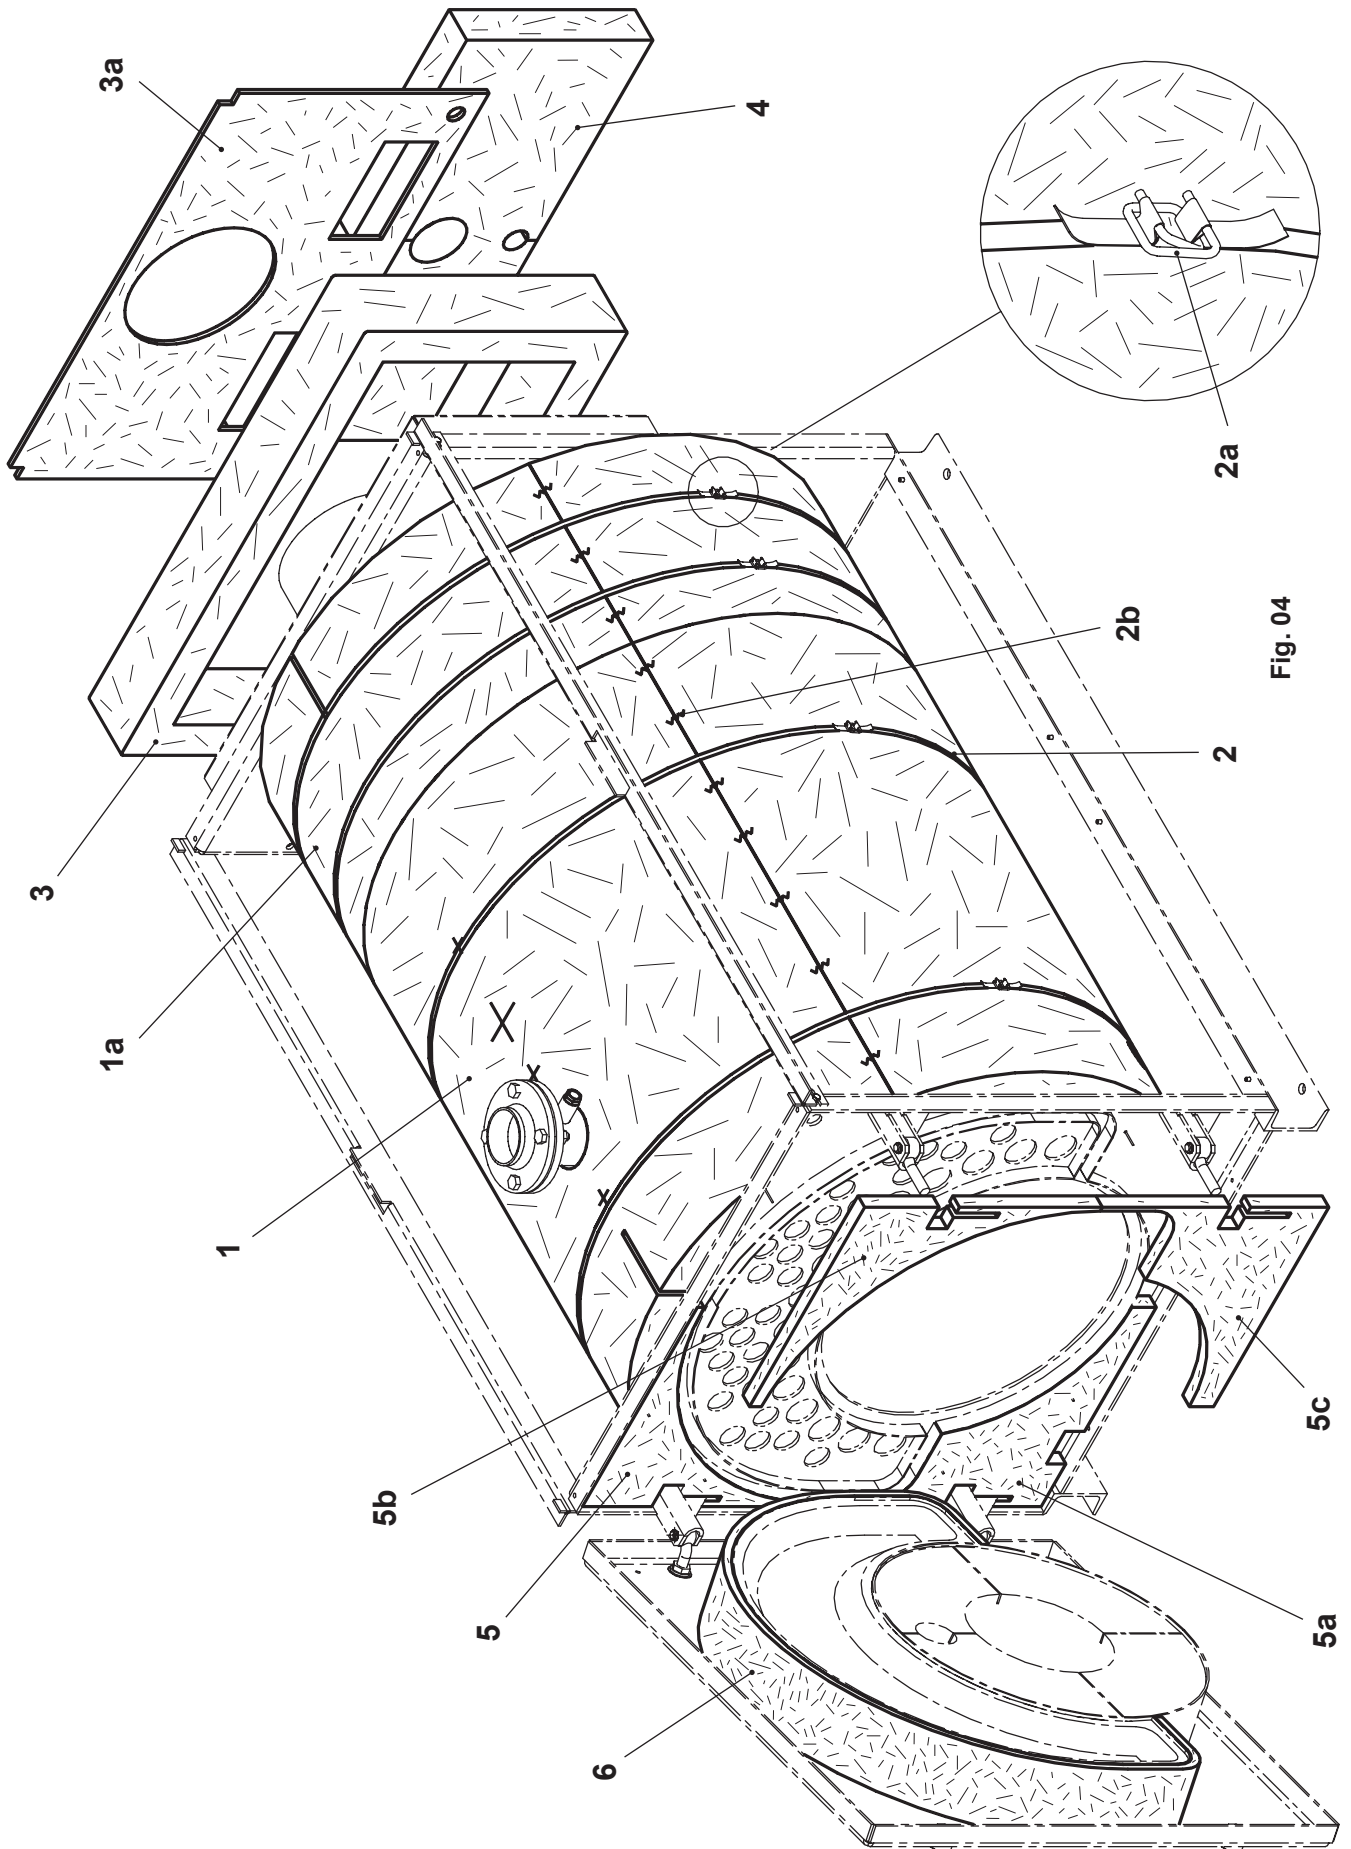

Fig. 04
1. Placer les matelas d'isolation (1/1a, Fig. 04) autour du corps de chaudière (emplacement pour serrage sur le côté, partie noire vers l'extérieur).
2. Fixer les matelas thermiques (1/1a) à l'aide de bandes plastiques (2) et de boucles de serrage (2a):
4. Bloquer le matelas isolant (4, Fig. 04) sur la paroi arrière dans les chevilles pré-soudées et le fixer à l'aide des rondelles de fixation (Fig. 03).
5. Bloquer les matelas isolants (5/5a/5b/5c, Fig. 04) sur la paroi frontale dans les chevilles pré-soudées et les fixer à l'aide des rondelles de fixation (Fig. 03).
6. Placer les matelas isolants (6, Fig. 04) autour de la bride pour pivotement et le fixer en bas avec des rondelles de fixation (Fig. 03).